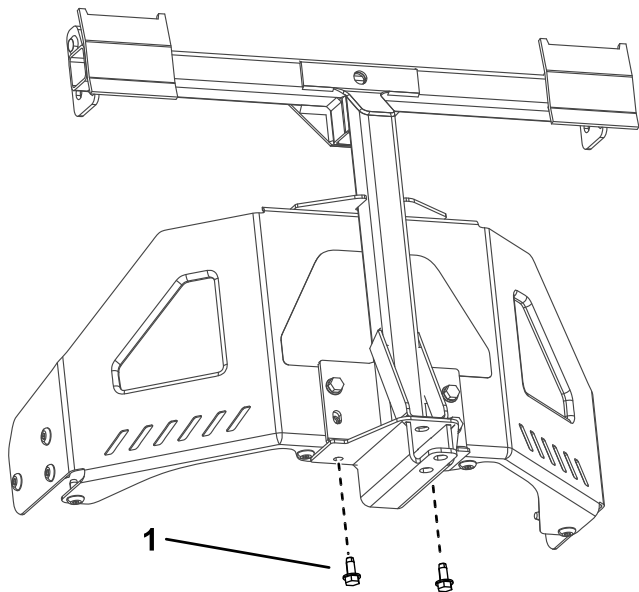

**Bild 8**
2. Befestigen Sie den Drehrahmen an der Maschine, wie in Bild 8 abgebildet. Befestigen Sie den Drehrahmen mit zwei Schrauben